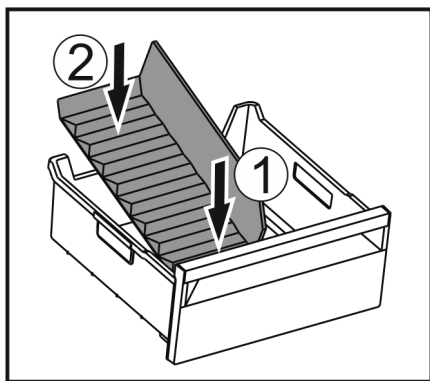

Fig. 179
- Voorste deel van de ijsvak-scheider plaatsen. Fig. 179 (1)
- Achterste deel van de ijsvak-scheider tot de bodem van de lade laten zakken. Fig. 179 (2)